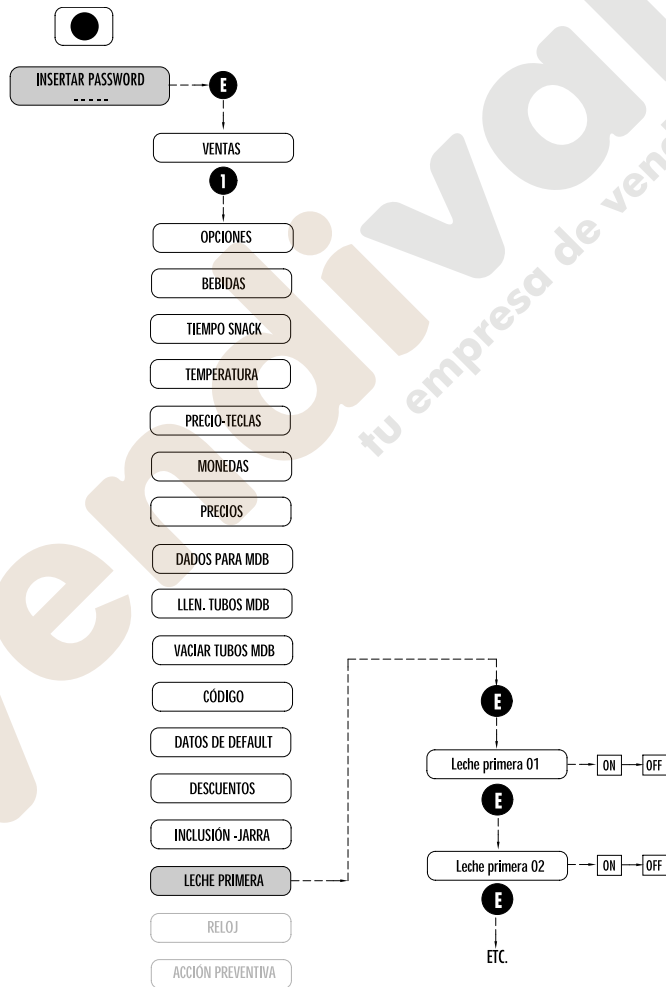

Fig. 7.19
7.2.16 LECHE PRIMERA (Fig.7.19)